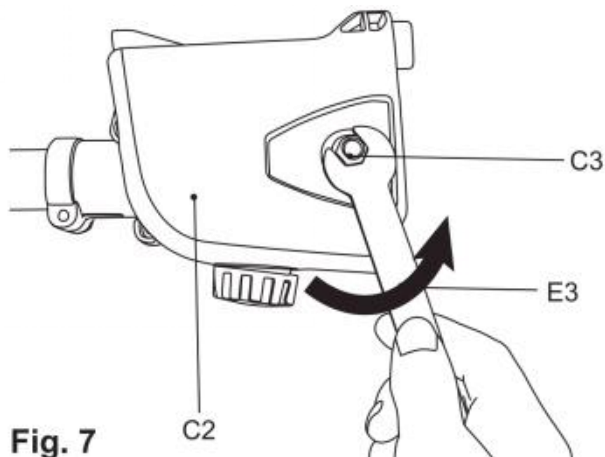

Fig. 7
- 3) Draai de borgmoer (C3) tegen de klok in los met de montagesleutel (E3) en verwijder vervolgens de zijkap (C2). (Afb. 7)